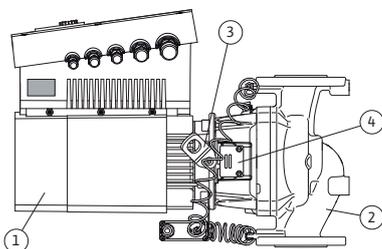

Fig. 10: Bomba completa
A principal característica da série Stratos GIGA é a camisa de arrefecimento do motor. A corrente de ar é transportada de forma ideal através da cobertura de ventilação comprida (Fig. 10, pos. 1), para o arrefecimento do motor e do módulo eletrónico.
A (Fig. 10, pos. 2) mostra o corpo da bomba com uma guia especial da lanterna para aliviar o impulsor.
Os olhais de transporte (Fig. 10, pos. 3) devem ser usados de acordo com o capítulo 3 "Transporte e acondicionamento" na página 141 e capítulo 10 "Manutenção" na página 185.
A janela coberta pela chapa de proteção (Fig. 10, pos. 4) na lanterna é utilizada durante os trabalhos de manutenção, de acordo com o capítulo 10 "Manutenção" na página 185. A janela também serve para verificar se existem fugas, respeitando as disposições de segurança em conformidade com o capítulo 9 "Arranque" na página 181 e o capítulo 10 "Manutenção" na página 185.